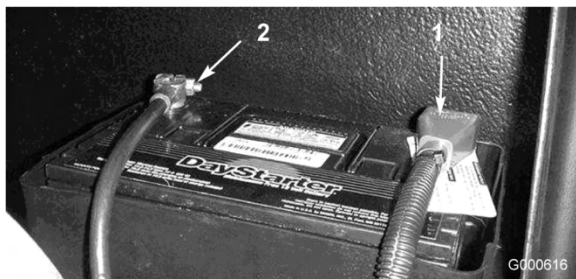

Figura 42
5. Collegate il cavo positivo (rosso) al terminale positivo (+) e il cavo negativo (nero) al terminale negativo (-) della batteria (Figura 42). Fissate i cavi ai poli con viti a testa cilindrica e dadi. Verificate che il terminale positivo (+) sia completamente sul polo, e che il cavo sia posizionato in modo aderente alla batteria. Il cavo non deve toccare il coperchio della batteria. Fate scorrere la guaina di gomma sul morsetto positivo per evitare un cortocircuito.